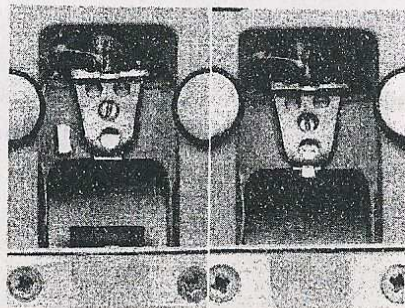

Рис.9. Установка кантилевера под пружину на столике – кантилевер на площадке, винт отжат (слева); кантилевер под пружинной (справа)
- положите кантилевер иголками вверх (с этой стороны тело кантилевера, имеющее трапециидальную форму, расширяется и имеет острые углы) на площадку АСМ-столика рядом с пружиной зажима кантилевера (рис.9);